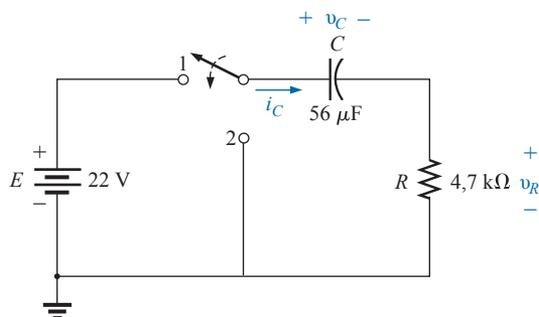

Figura 10.97 Problema 25.
25. Considerando o circuito R - C na Figura 10.97, composto de valores-padrão: